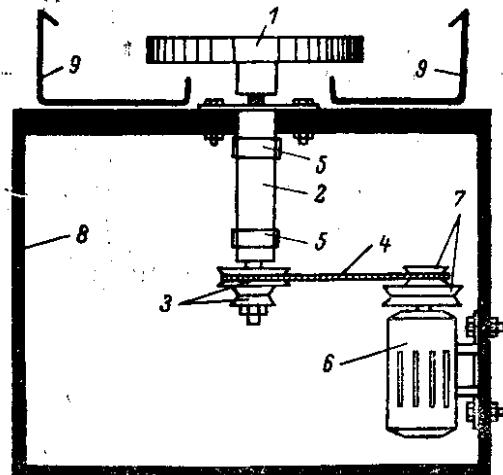

Рис. 3. Планшайба горизонтальная (шлифовальный станок).
Шлифовальный станок (рис. 3) состоит из станины (8), в центре которой установлен вертикальный шпиндель (2) с подшипниками (5). На одном конце шпинделля крепится двух-трехступенчатый шкив (3), от которого к шкиву (7), закрепленному на электродвигателе (6), ведет ременная передача (4). В верхнем конце шпинделля (2) укрепляется посредством правой резьбы планшайба (1), под которой устанавливается железный противень (9) для сбора отработанного шлама. Боковые стенки противня, превышающие на 2—3 см высоту планшайбы, слегка загнуты внутрь, благодаря чему исключается разбрызгивание абразива и воды.